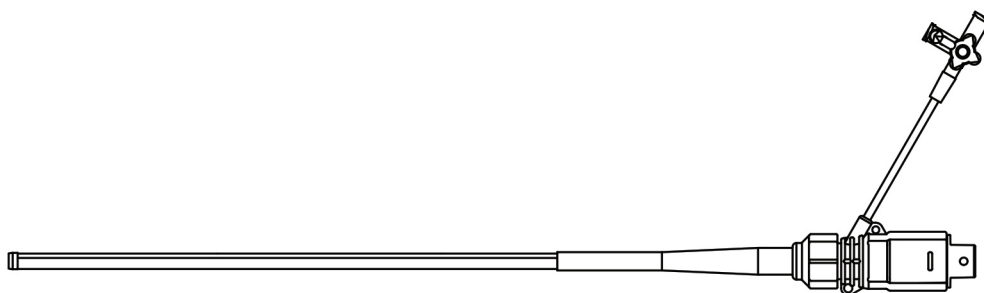

Abbildung 1: Einführschleuse
1. eine erweiterbare Einführschleuse (eSheath+) (Abb. 1) für den Zugang zum Zielgefäß unter Aufrechterhaltung der Hämostase sowie zur vorübergehenden Vergrößerung des Schleusendurchmessers, damit ein Medizinprodukt ungehindert passieren kann.